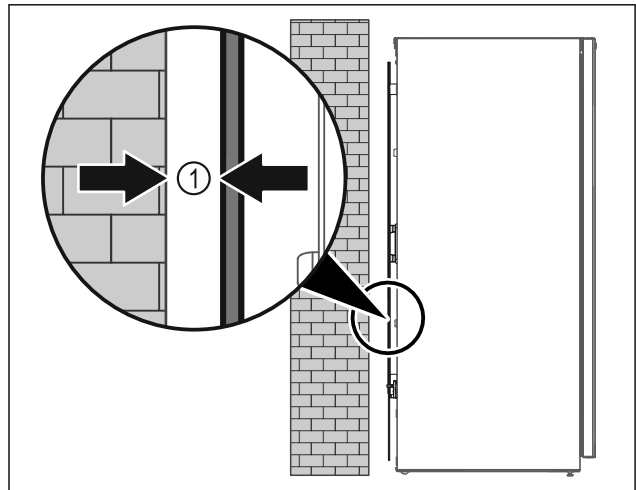

Fig. 7
- ▶ Установите устройство или свободно в помещении или прямо к стене на расстоянии 5 мм Fig. 7 (1).